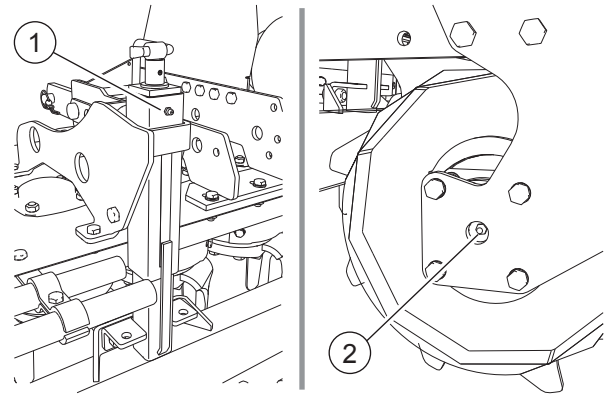

FIG. 40
- Schmiernippel auf Wagenheber mit Schraube (1, "Fig. 40").
- Schmiernippel Walzenräger (2).